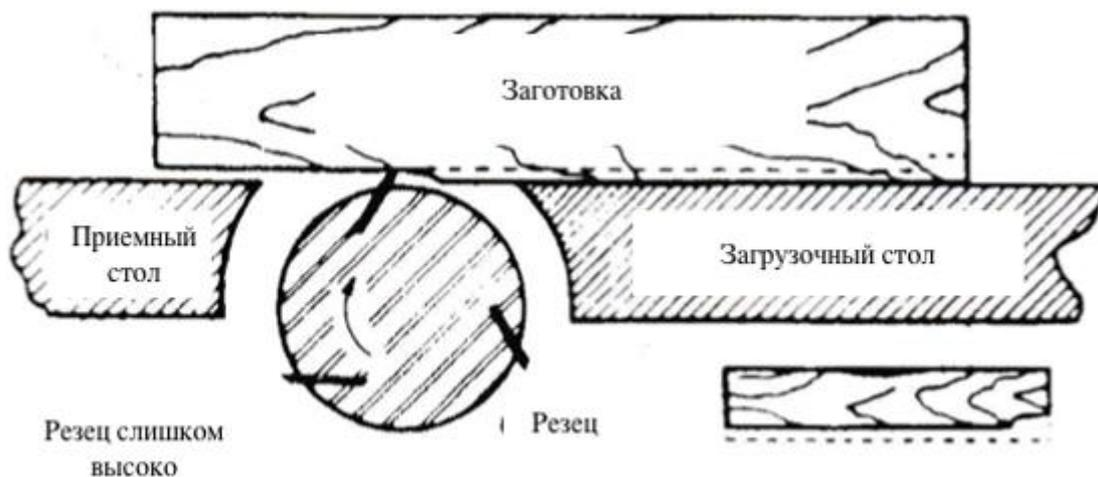

Рис. 32 Резцы установлены высоко
7. Если резцы установлены слишком высоко, заготовка будет иметь выемку на обрабатываемом крае, как показано на Рис. 32.